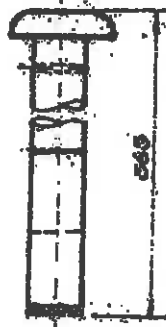

Fig.28. Burghia din țevă pentru șidărie.
- executarea unei găuri cu diametrul de 50 mm și adâncimea cu ajutorul burghilului din țevă pentru șidărie (fig.28);